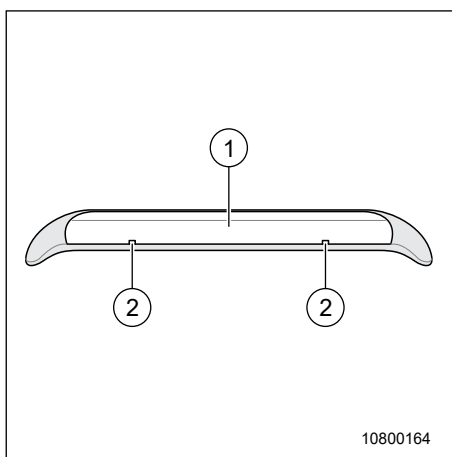

Fig. 150 Éclairage de l'auvent
1. Appuyer doucement sur le recouvrement (Fig. 150, pos. 1) au niveau des languettes (Fig. 150, pos. 2) et le retirer.